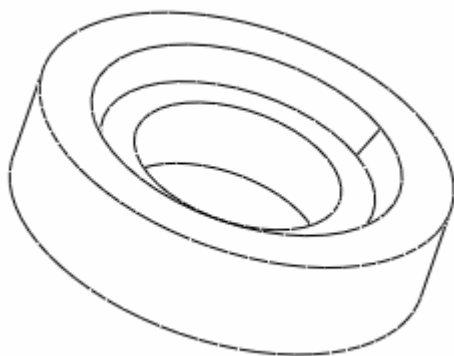

图 28-7
- (2) 修改唇特征的偏移尺寸“15”，将其改为“-15”，然后重新生成模型结果如图 28-7 所示。